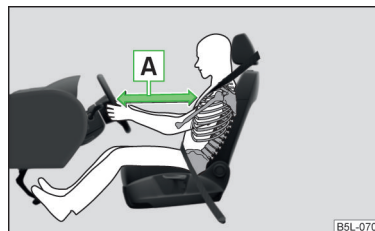

Bild 9
- Det är viktigt för förare och frampassagerare att hålla ett avstånd på minst 25 cm till ratten resp. instrumentbrädan A » bild 9. Om detta minsta avstånd inte hålls kan airbagsystemet inte skydda – livsfara! Dessutom måste framstolarna och nackstöden alltid vara riktigt inställda efter kroppsstorleken.